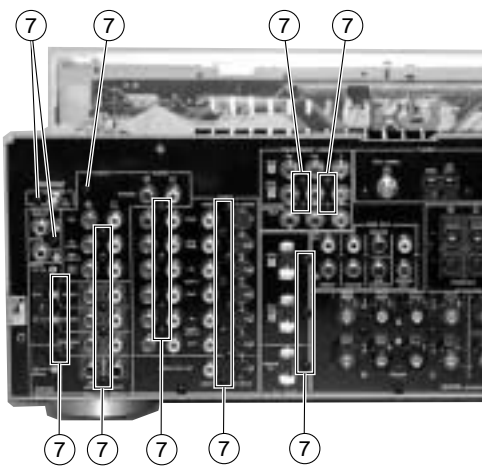

Fig. 8
- a. Remove 31 screws (⑦). (Fig. 8)
- a. ⑦のネジ31本を外します。(Fig. 8)